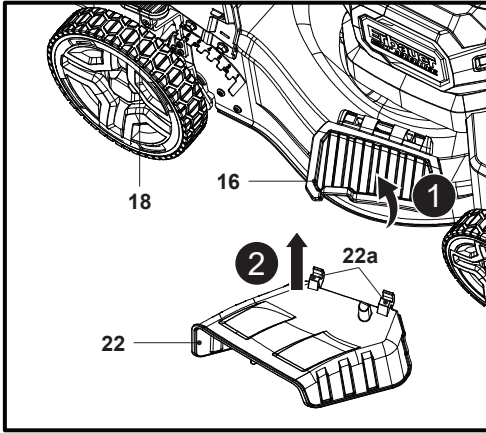

Fig. 16
1. Placer le levier de réglage de la hauteur de coupe (18) au-dessus de la deuxième position la plus basse.
2. Faire tourner le déflecteur latéral (16) vers le moteur et le maintenir dans cette position (Fig. 16, étape 1).
3. Aligner et placer les crochets (22a) du dispositif d'éjection latérale (22) sur les tiges (Fig. 16, étape 2).